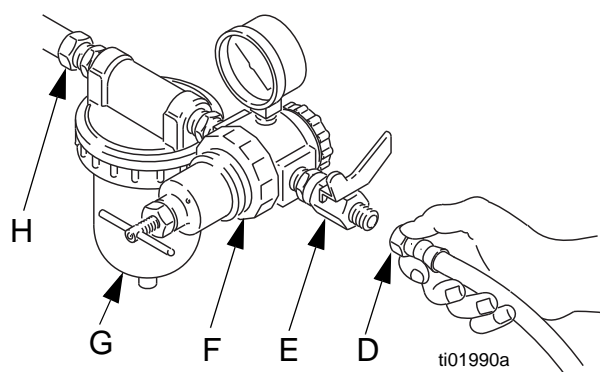

FIG. 5 : Branchez les tuyauteries d'air
- Si votre source d'air régulé n'est pas équipée d'un filtre, montez un filtre à air (G) sur chaque conduite d'air pour assurer une alimentation du pistolet en air sec et propre. Les saletés et l'humidité peuvent ruiner l'apparence de votre pièce finie. Voir FIG. 5.